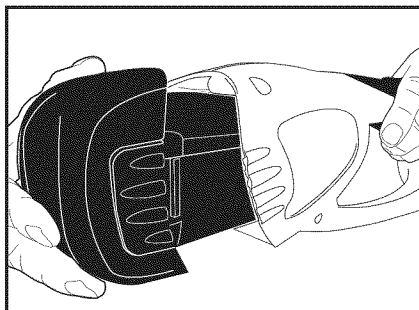

Figure 7
1. Aligner la nervure du bloc batterie sur la rainure correspondante à l'extrémité de la poignée d'alimentation électrique. (Voir figure 7.)